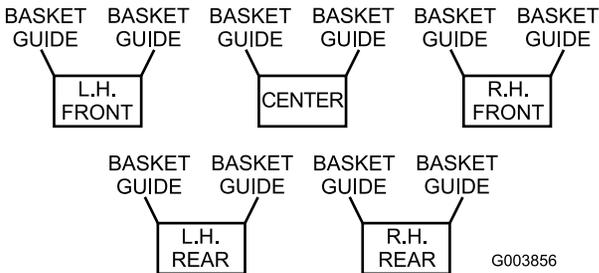
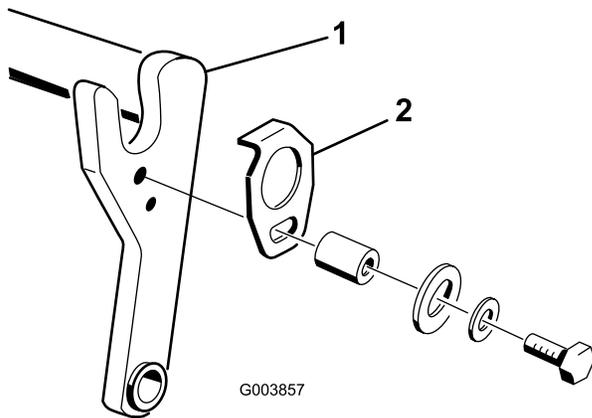
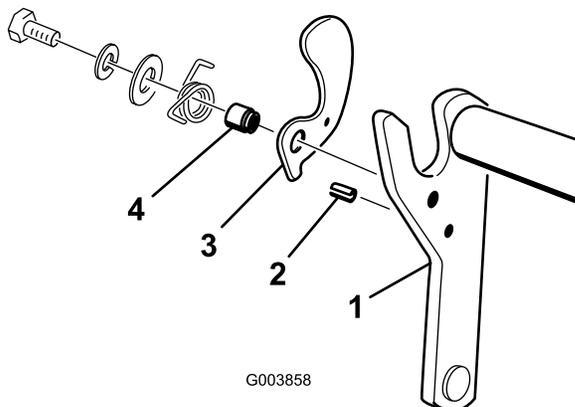

Figura 6
Figura 7
Figura 8
2. Se utilizzate i cesti di raccolta sugli elementi di taglio, consultate la seguente tabella (Figura 6) per determinare le posizioni di montaggio delle guide dei cesti sui telai portanti degli elementi di taglio. Qualora non utilizzate i cesti, proseguite alla voce 4.
3. Montate una guida del cesto (Figura 7) sul lato opportuno del telaio portante di ogni elemento di taglio (Figura 8) usando un bullone (5/16 x 1-3/4 pollici), una rondella piana e una rondella elastica, oppure i fermi tolti in precedenza, come illustrato nella Figura 7.
4. Montate una spina (Figura 8) nel foro dal lato opportuno del telaio portante di ogni elemento di taglio (Figura 6).